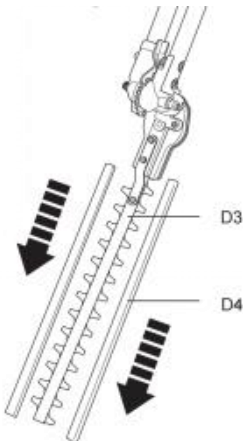

Fig. 23
1) Verwijder vóór gebruik de mesafdekkingen (D4) van het mes (D3) (Fig. 23).